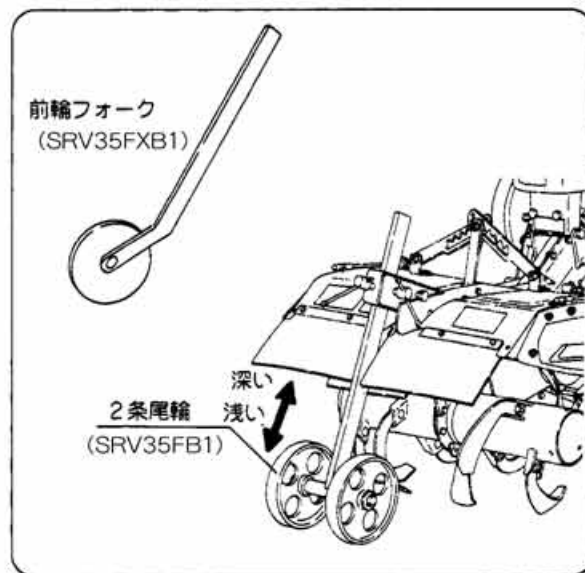

図25
①前輪を上下することにより作業深さを変えることができます。(図25)